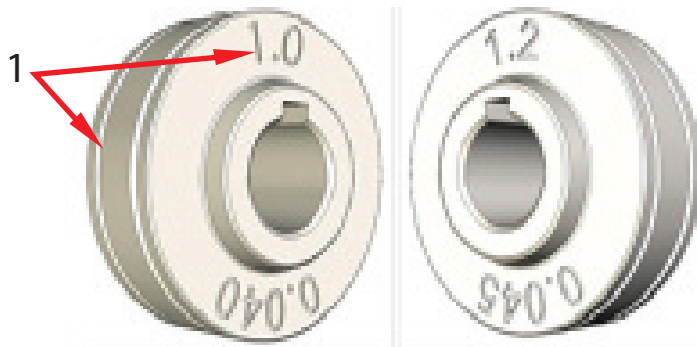

Figura 21. I rulli alimentati con filo sono disponibili in misure diverse
1. Installare il rullo di trasmissione (in base alle corrette misure e orientamento della scanalatura). Accertarsi che la scanalatura della giusta dimensione sia orientata all'interno (vedere la Figura 21).